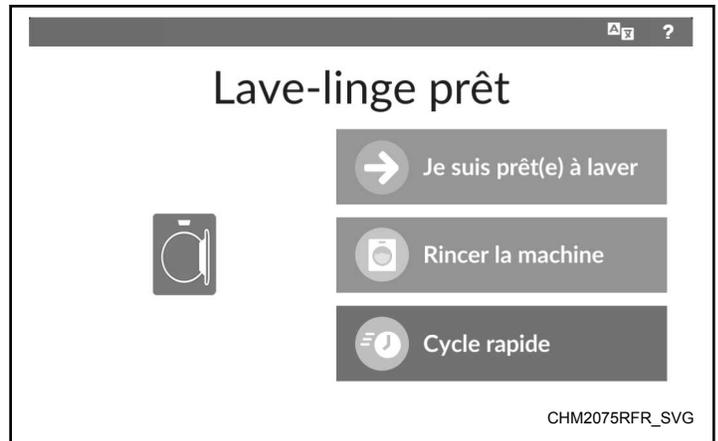

Figure 21
1. À partir de l'*Écran approche*, sélectionner Je suis prêt(e) à laver, Rincer la machine ou Cycle rapide (voir *Figure 21*).